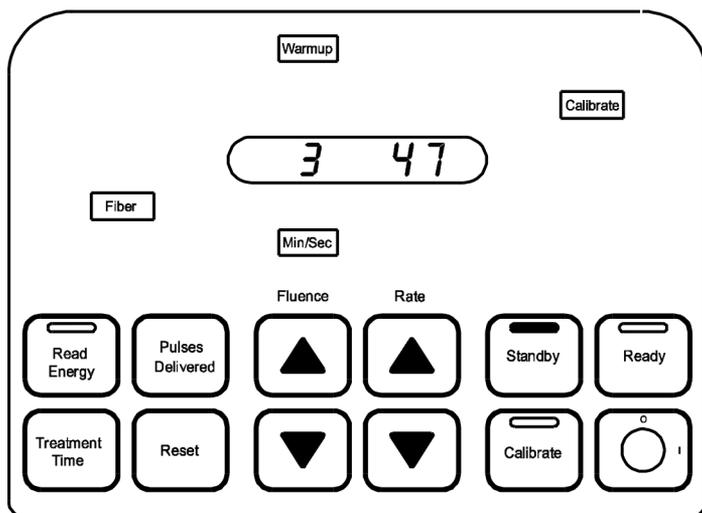

Figure 3
- Lorsque le système est en mode de réchauffement (**Warm-up**), le témoin lumineux de guidage **Warm-up** est allumé. Le bouton **Standby** (Veille) et le témoin d'état vert au sommet du tableau de commande sont également allumés. (Figure 3)